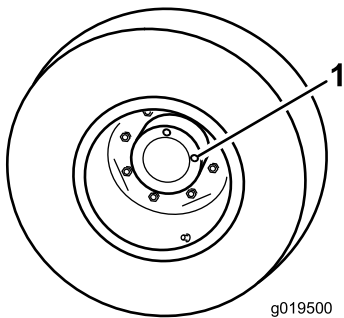

Bild 53
1. Wenn die Maschine auf einer ebenen Fläche steht, positionieren Sie das Rad so, dass eine Prüfschraube auf 12 Uhr und die andere auf 3 Uhr steht (Bild 53).
1. Prüf-/Ablassschraube (2)
2. Entfernen Sie die Schraube, die auf 3 Uhr steht (Bild 53).